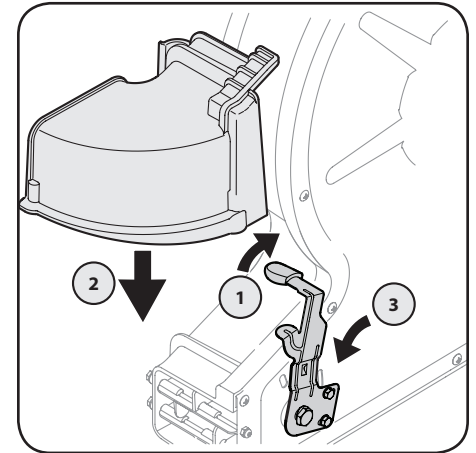

Figura 3-4
4. Gire la palanca direccional del soplador totalmente hacia la derecha, hasta la posición más elevada. Consulte la Figura 3-4.
6. Gire la palanca direccional del soplador hasta la posición media para trabar el accesorio del canal en su lugar. Consulte la Figura 3-4.